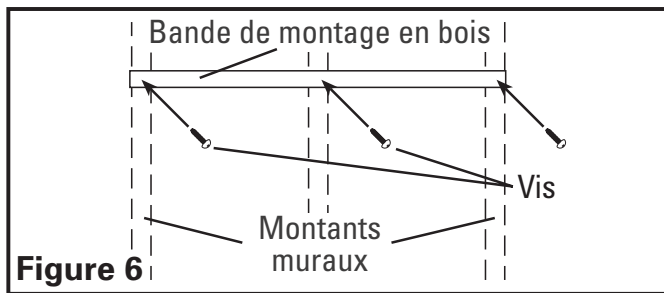

Figure 6
2. Fixer la bande de bois comprise en place en utilisant les vis de montage de 5,1 cm comprises en vous assurant que les vis s'enfoncent dans les montants muraux (Figure 6).